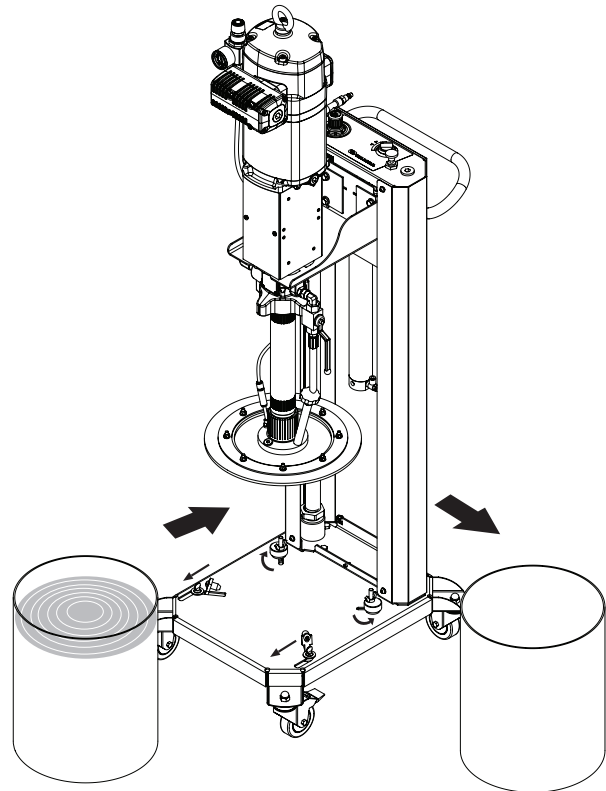

Fig. 12
- Ouvrir les attaches du seau (Fig. 12).
- Replacez le seau en suivant les instructions précédentes (Fig.12).